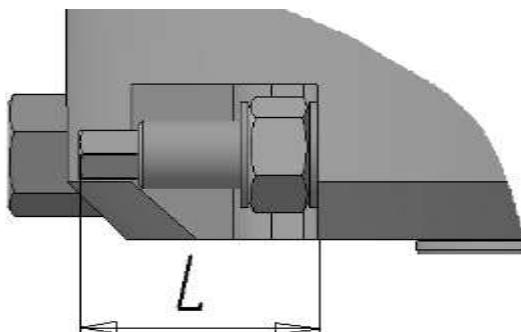

Рисунок 39 - Заглушка снята
- а) выкрутить упоры регулируемые на максимальное допустимое расстояние L_{макс} в соответствии с таблицей 31 (рисунок 39). Провести калибровку электропривода на шаровом кране в соответствии с механической шкалой редуктора и требуемым ходом шарового крана (90°) по крайним точкам;